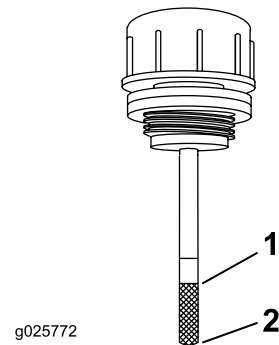

Figura 59
6. Limpie la zona alrededor de la varilla del depósito del sistema hidráulico (Figura 59).
7. Retire la varilla del depósito hidráulico (Figura 59).
9. Retire la varilla e inspeccione el extremo (Figura 59). Si el nivel de fluido está en la marca Add (añadir), vierta lentamente en el depósito hidráulico solo la cantidad de fluido necesaria para que el nivel llegue hasta la marca de Lleno.